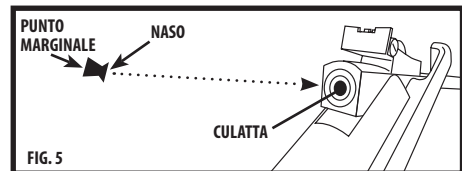

FIG. 5
- Con il fucile ad aria in posizione armata/aperta, mettere una pallottola, naso in avanti, nella culatta (Fig. 5).